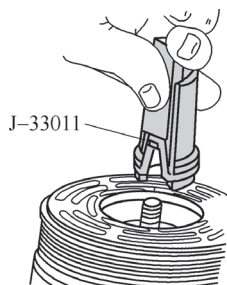

图 5-87 O形圈的安装
①用制冷剂润滑油润滑新O形圈，并用专用工具装回如图5-87所示。